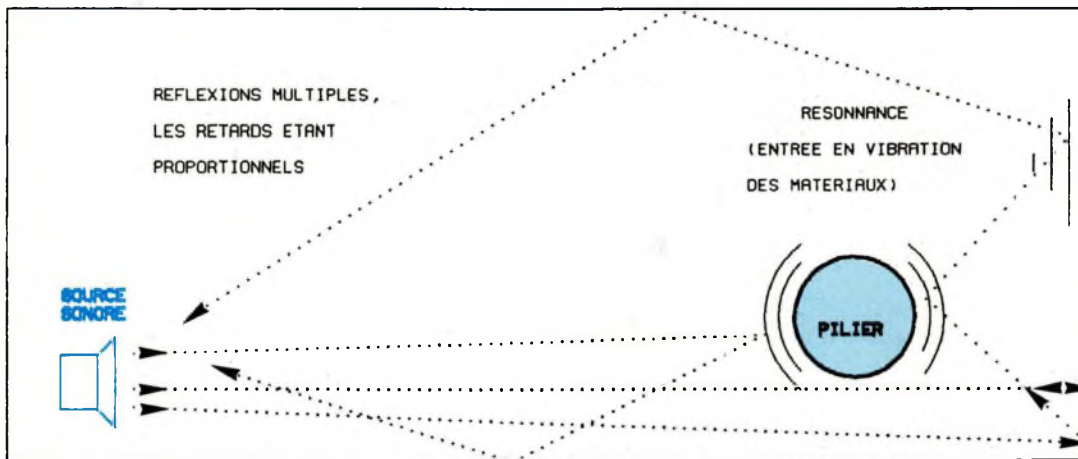

Fig. 1 : Réverbération naturelle.
**L**e phénomène naturel de réverbération est issu des réflexions successives et désordonnées sur les obstacles environnants d'un milieu fermé (figure 1). En fait, deux manifestations distinctes, qui dépendent de la nature et des dimensions du local, prennent naissance en parallèle :